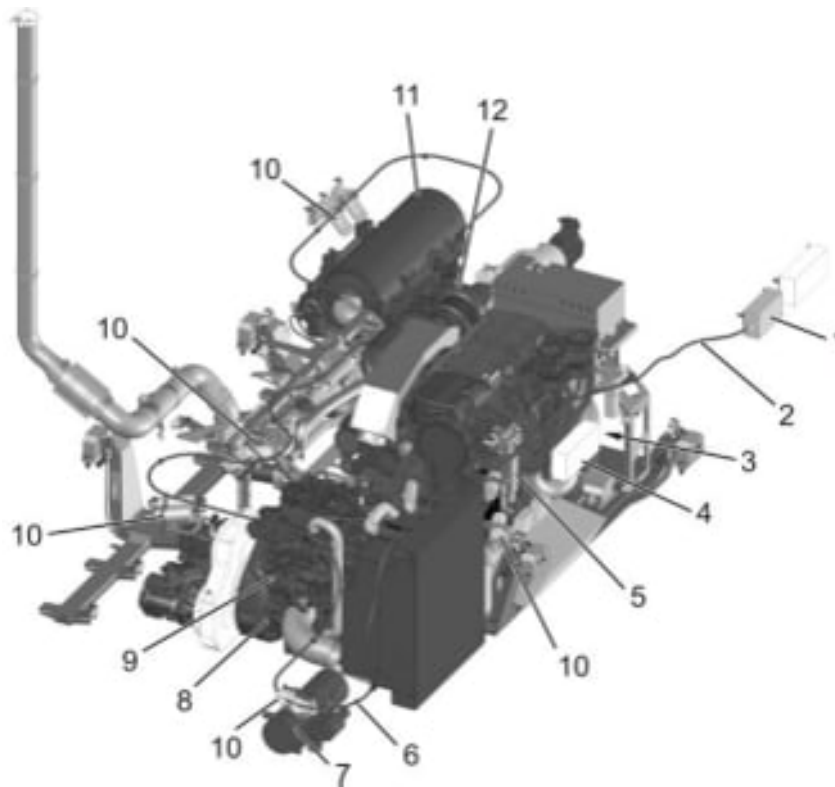

Abb. 55: Brandlöschanlage - Systemdarstellung
Das Brandmeldesystem besteht aus einer, in der Decke der Kabine angeordneter, Brandmeldezentrale, siehe Abb. 56, sowie einem linienförmigen Wärmemeldersystem (2), siehe Abb. 55, mit Einzelsensoren (6). Die Auswerteeinheit (1) des linienförmigen Wärmemeldersystems wird redundant (potentialfreier Kontakt, Kurzschluss / Drahtbruch / Erdschluss überwacht) an die Brandmeldezentrale angeschlossen und übermittelt die Temperaturwerte der einzelnen Sensoren (6) im Kabel.
Die Brandlöschanlage besteht aus mehreren Löschmittelkartuschen, siehe Abb. 55 (10), mit dem Löschmedium Aerosol.
Das linienförmige Wärmemeldersystem besteht aus einem 14 m langem Sensorkabel, siehe Abb. 55 (2) und 14 Einzelsensoren (6), welche einen Abstand von jeweils 1 m haben.
- Hauptdiesel- Partikelfilter, siehe Abb. 55 (11)
- Hauptdiesel- Turbolader (12) / Hydropumpen
- Hauptdiesel- Kraftstofffilter (5) / Anlasser (3)
- Arbeitsdiesel- Kraftstoffleitung / Turbolader (9) / Anlasser (8)
- Diesel-Heizgerät (7)